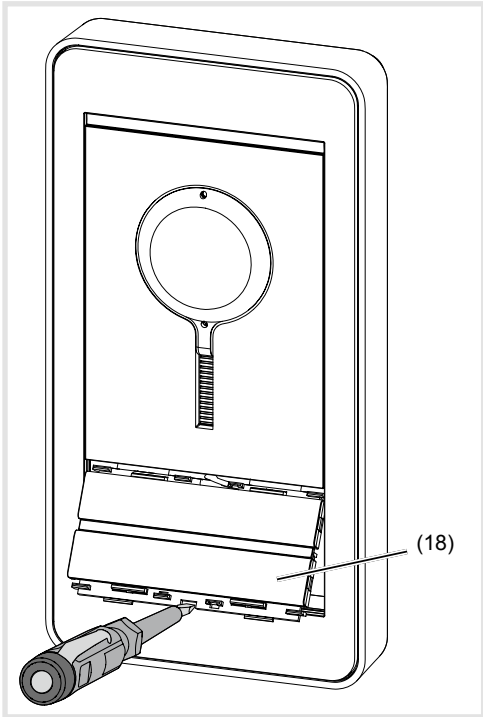

Figura 19: smontaggio mascherina modulo tasti di chiamata
- Premere verso l'alto con il cacciavite la mascherina del modulo dei tasti di chiamata nell'apertura a sollevamento inferiore e toglierla tirandola in avanti (figura 19).